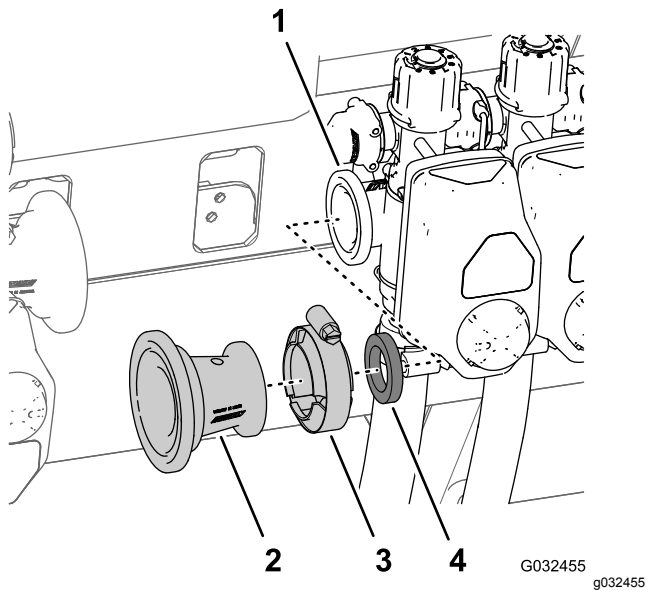

Figura 46
4. Retire o grampo flangeado de 76 mm que prende o adaptador do redutor e a junta (2-1/4 pol.) à flange da válvula da secção da rampa esquerda e retire o adaptador, o grampo e a junta da máquina (Figura 46).